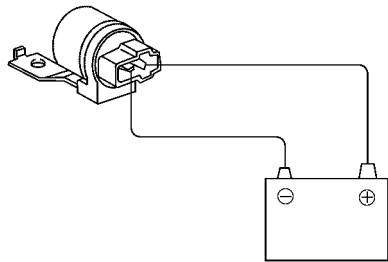

图 18-121 将蓄电池电压加到端子之间
(2) 检查报警蜂鸣器。将蓄电池电压加到端子之间，如图 18-121 所示。检查蜂鸣器是否鸣响。